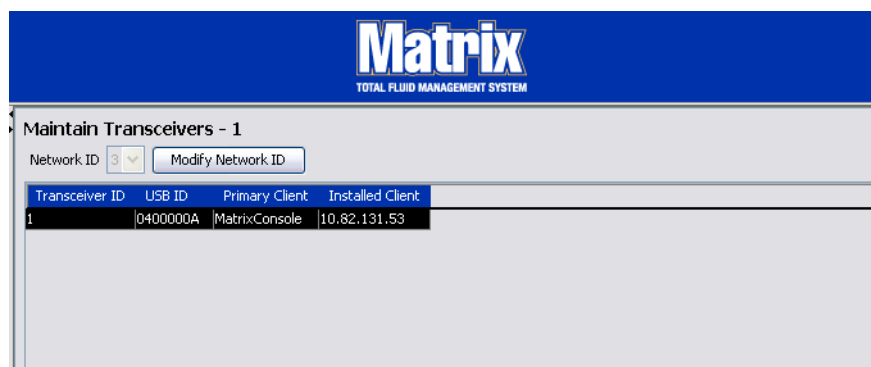

FIG. 61
1. Cuando se conecta un transceptor en el puerto USB del ordenador, se añade automáticamente a la parte superior de la lista y se le asigna el primer número de ID de transceptor disponible según se representa en la FIG. 61. Si se desconecta el transceptor o se le deja de suministrar alimentación, el transceptor no desaparecerá de la lista de transceptores, aunque su funcionamiento provocará que la comunicación con ese dispositivo se interrumpa inmediatamente.